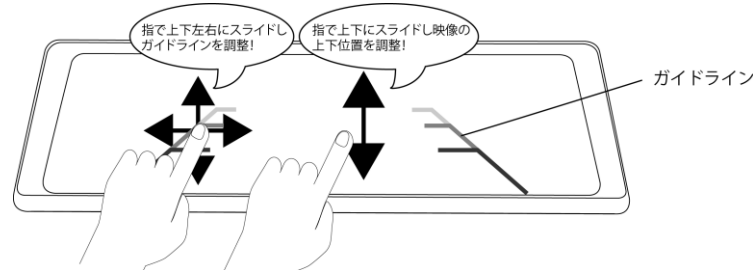

図24
- 表示されたガイドラインは、上下左右任意の位置へ調整することができます。また、液晶モニターを指で縦にスライド操作することでリアカメラ映像の上下位置も調整することができます(図24参照)。